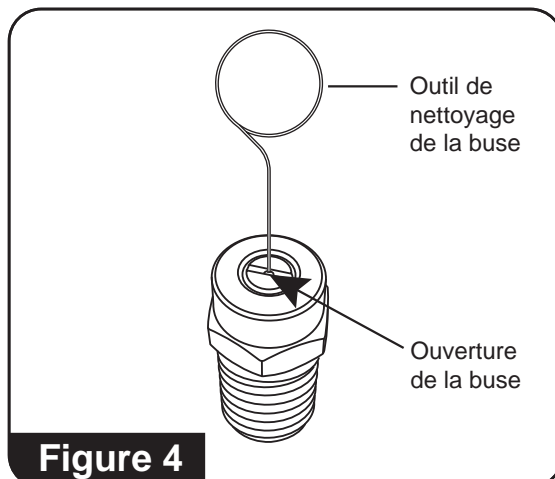

Figure 4
4. À l'aide de l'outil de nettoyage de buse, dégagez tout corps étranger qui bouche ou qui obstrue les ouvertures de la buse (**consultez la figure 4**).